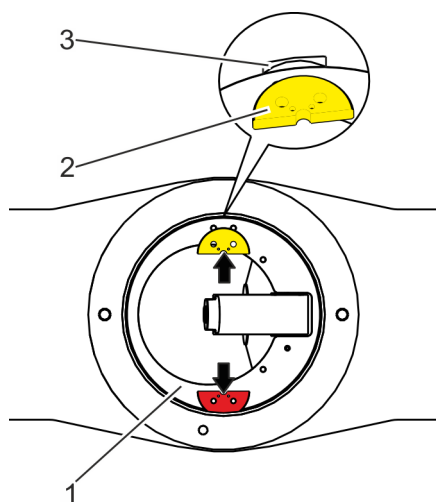
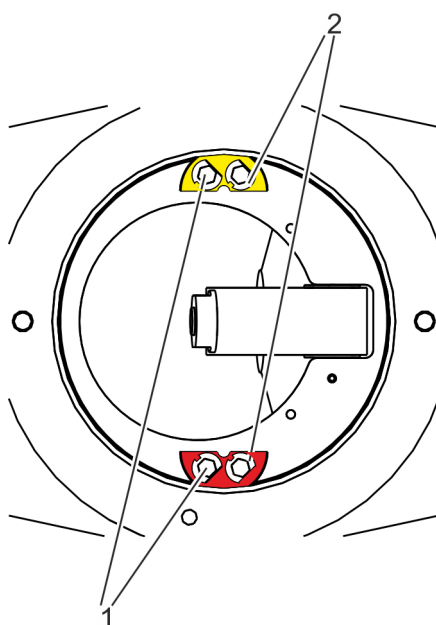

Fig. 22: Montage des rondelles de retenue
Fig. 23: Fixation de la bague de support
3. ➤ Placer les rondelles de retenue (Fig. 22/2) sur la bague de support (Fig. 22/1) et les pousser dans les rainures (Fig. 22/3) du carter.
4. ➤ Fixer les rondelles de retenue (Fig. 22/2) avec les rondelles (Fig. 23/2) et les vis (Fig. 23/1) sur la bague de support.
5. ➤ Serrer les vis (Fig. 23/1) avec le couple de serrage prévu.
6. ➤ Replier les rondelles (Fig. 23/2) d'un côté.
- ⇒ Les vis (Fig. 23/1) ne peuvent pas se desserrer.